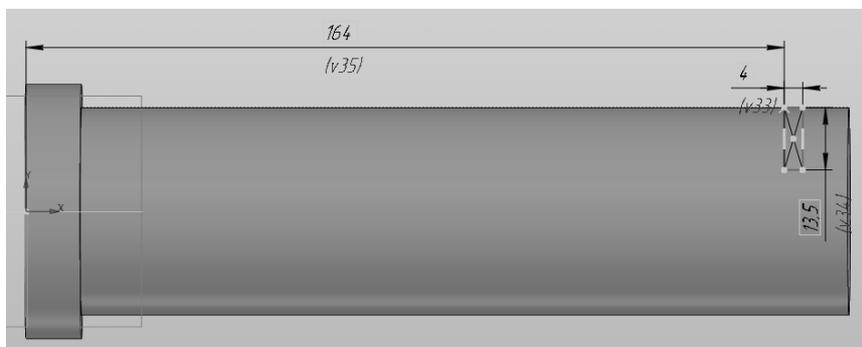

Рис. 1.40. Создание эскиза паза
1. Выбрать плоскость, проходящую вдоль через середину детали (например, базовую плоскость **X_Y** (**X_Z**), и создать в ней эскиз, содержащий прямоугольник с размерами **4x13,5** мм (рис. 1.40).